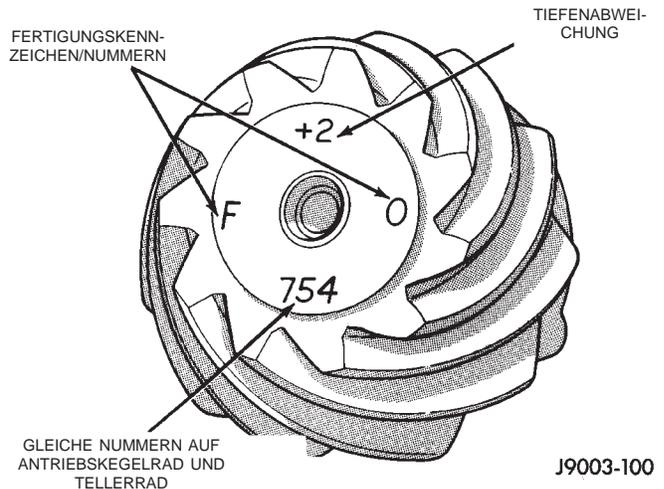

Abb. 57 Kennziffern am Antriebskegelrad
Tellerrad und Antriebskegelrad mit Welle dürfen nur gemeinsam als Satz ausgetauscht werden. Sie sind durch gleiche Nummern auf der Stirnseite als Satz gekennzeichnet (Abb. 57). Auf der Stirnseite des Kegelrads ist ein (+), ein (-) oder eine 0 angegeben. Dieser Wert (in Tausendstel Zoll) zeigt an, um wieviel die betreffende Zahnradpaarung vom Sollwert (Angabe 0) abweicht. Der Standardwert von der Mittellinie des Tellerrads bis zur Rückseite des Antriebskegelrads beträgt 109,52 mm (4,312 Zoll). Der Sollwert ergibt das beste Tragbild der Zahnradpaarung. Näheres hierzu siehe "Tragbild der Zahnanlage auswerten" in diesem Kapitel.
(9) Eine Beilage/Ölabstreifring auswählen, die dem höchsten Anzeigewert der Meßuhr ± der Tiefenabweichung auf der Stirnfläche des Ritzels entspricht (Abb. 57).